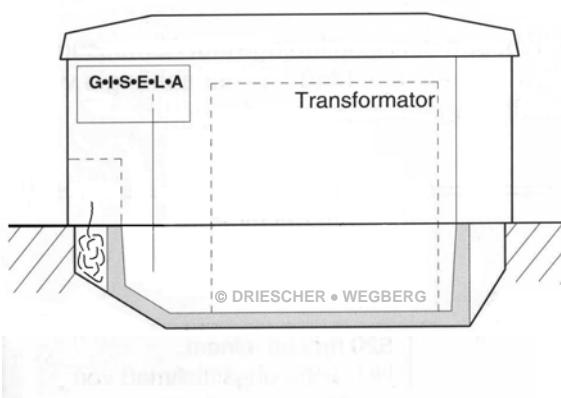
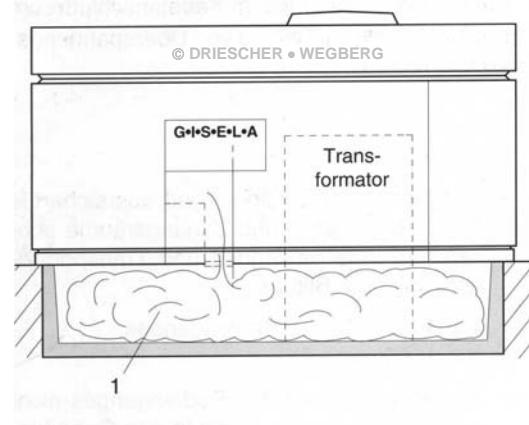
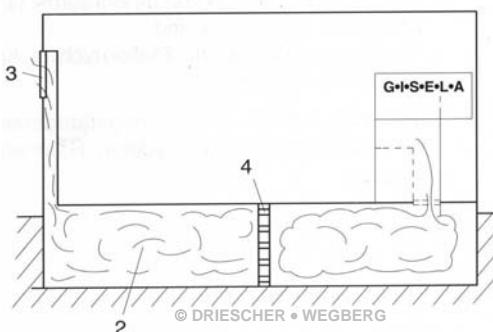

Bild 1 / Figure 1
Bild 2 / Figure 2
Bild 3 / Figure 3
- Bei Kompaktstationen Typ K und KSP Fa. DRIESCHER erfolgt der Druckausgleich ausschließlich im Kabelanschlussbereich (Bild 1). Ansonsten muss bei kompakten und begehbar den Stationen die Druckentlastung in den Kabelkanal (1) [Mindestvolumen ~3 m³] vorgesehen werden (Bild 2).
- Bei vorhandenem Kabelkanal (2) [Mindestvolumen ~1,1m³; Mindestquerschnitt – 0,25m² mit Öffnung (3) nach außen], diesen als Druckentlastungsraum nutzen.
- Durch Einbau von zwei Lagen Streckmetall (4) werden die Lichtbogengase zusätzlich gekühlt und der Austritt von heißen Gasen gemindert (Bild 3).
- Sur les postes compacts de type K et KSP de marque Driescher Wegberg, la compensation de pression s'effectue uniquement dans la zone de raccordement des câbles (figure 1). De plus, sur les postes compacts et accessibles, le relâchement de pression doit être prévu dans la conduite de câble (1) [volume minimum ~3 m³] (figure 2).
- Lorsqu'une conduite de câble est présente (2) (volume minimum ~ 1,1 m³, section transversale minimum = 0,25 m²) ainsi qu'une sortie d'air de ventilation (3), celles-ci doivent être utilisées comme zone de relâchement de pression.
- En installant deux couches de métal déployé (4), les gaz d'arc sont également refroidis et la sortie des gaz chauds est réduite (figure 3).